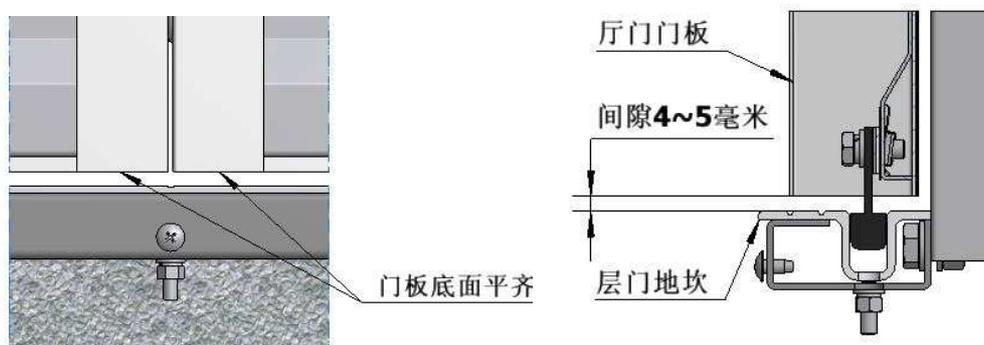

图 7-18
4) 门板与门板的底面平齐。门板底面与层门地坎的间隙4~5 毫米。请见图 7-18: